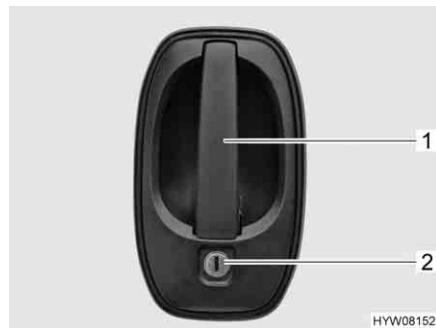

Fig. 41 Serratura della porta conducente, lato esterno
Apertura: ■ Inserire la chiave nel cilindro della serratura (Fig. 41,2) e ruotare fino a quando la serratura della porta si sblocca.
■ Tirare la maniglia della porta (Fig. 41,1). La porta è aperta.
Bloccaggio: ■ Inserire la chiave nel cilindro della serratura (Fig. 41,2) e ruotare fino a quando la serratura della porta si blocca.